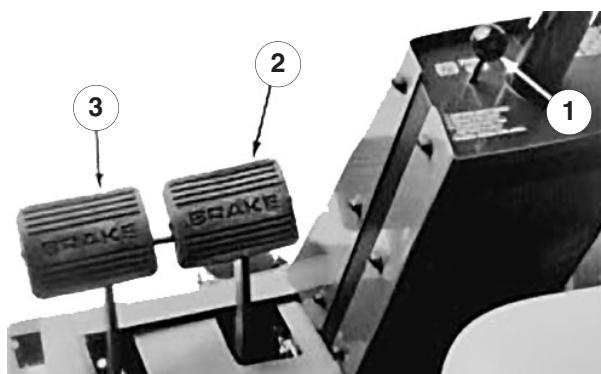

**Bild 5**
2. Nehmen Sie den Deckel vom Kraftstofftank ab (Bild 5).